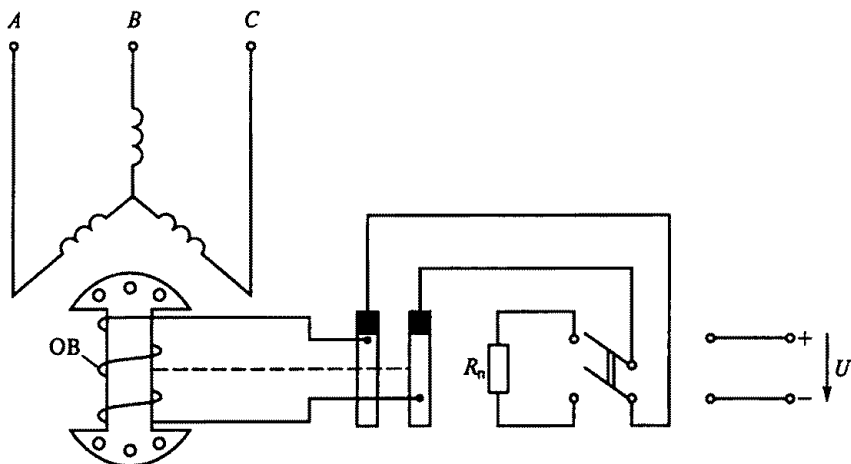

Рис. 234
9.81. На рис. 234 приведена одна из схем пуска синхронного двигателя. Для чего обмотка возбуждения (ОВ) в этой схеме на время пуска замыкается на резистор R_n ?